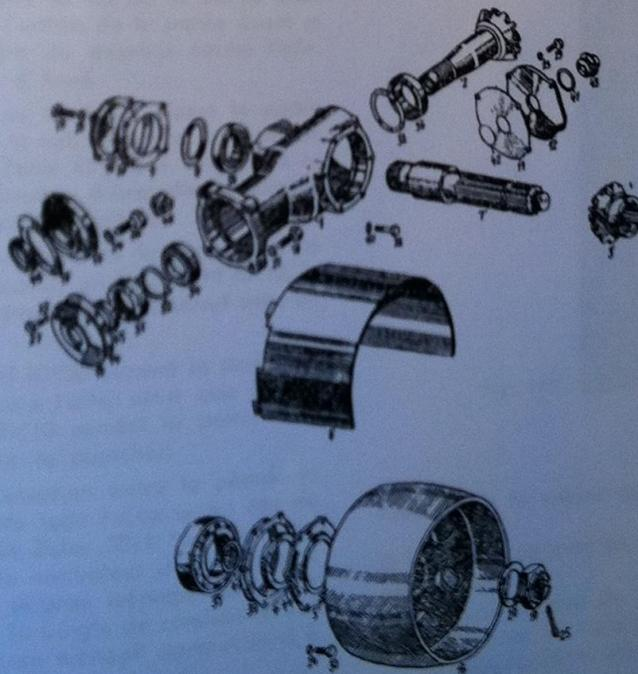

Fig. 143
2. Emmancher la poulie dans les cannelures de l'arbre de prise de force et la serrer avec quatre vis M 12 (fig. 143/18) contre le carter du pont arrière.
1. Evacuer l'huile en dévissant le bouchon de vidange (fig. 143/43) hors du couvercle (fig. 143/12).
2. Retirer la goupille fendue (fig. 143/25) de l'arbre, dévisser l'écrou M 30 (fig. 143/19) et déposer la rondelle (fig. 143/20). Retirer la poulie hors des cannelures de l'arbre (fig. 143/16).
3. Dévisser les six vis M 10X25 avec leurs rondelles (fig. 143/30). En opérant ainsi, on dégage le couvercle (fig. 143/5) avec le joint d'arbre et de même avec le joint de la tôle de protection (fig. 143/44, 4).
4. Déposer le couvercle (fig. 143/10) en dévissant les quatre vis M 8 (fig. 143/29) avec joint (fig. 143/9) et déposer la bague d'entretoise (fig. 143/8) avec rondelles de réglage.
5. Retirer l'arbre (fig. 143/7) en bloc avec la bague intérieure du roulement à rouleaux coniques 30208 hors des cannelures du pignon conique motrice.
7. Dévisser les quatre vis M 8 et déposer le couvercle (fig. 143/12) même avec le joint d'étanchéité.
8. Dévisser les quatre vis M 6 avec les rondelles. Par suite de cette opération on dégage le tôle de protection (fig. 143/15) avec le joint d'arbre et avec joint de tôle de protection.
8. Débloquer et dévisser l'écrou KM 9 (fig. 143/31) du pignon conique moteur (fig. 143/2) et retirer la rondelle MB 9. Expulser hors de la bague in-